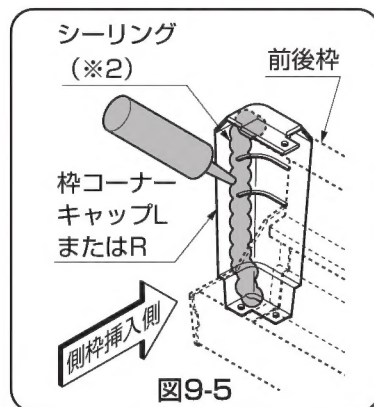

図9-5
- ①（側枠に挿入する側の）枠コーナーキャップ内側に、シーリングをしてください。（図9-5参照）
- ②前後枠を、側枠に【9-4】で取付けてください。
- ③（前後枠の加工穴より）折板にφ3.5の穴加工をして、シーリングを充てんしてから前後枠を【9-5】で固定してください。（※4）
- ④両端から1山目の前後枠と折板に、φ3.5の穴加工（貫通穴）をして、シーリングを充てんしてから、【9-5】で取付けてください。（※5）